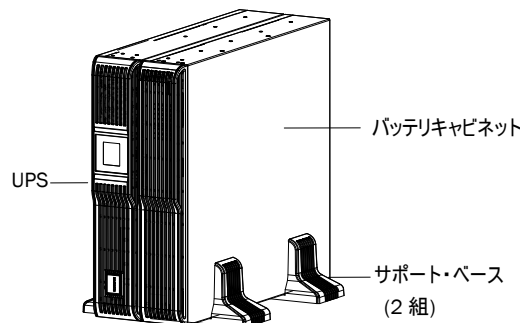

図 2-2 UPS & バッテリーキャビネット設置図
2. UPS 本体とバッテリーキャビネットを2組のサポート・ベースに載せます。(図 2-2)